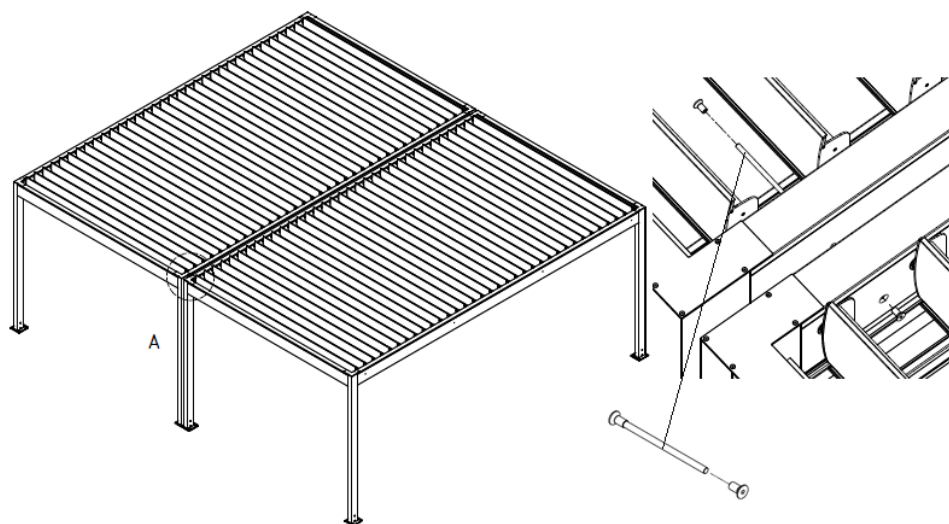

Figure 40
3. Vissez un écrou conique M8 avec une douille Allen sur une extrémité de la goupille M8 jusqu'à ce que vous sentiez une résistance (Fig. 40). Introduisez la goupille dans le trou de montage sur le côté des poutres. De l'autre côté, vissez le deuxième écrou conique M8 avec une douille Allen (Fig. 40). Le couple de serrage est de 17 Nm.